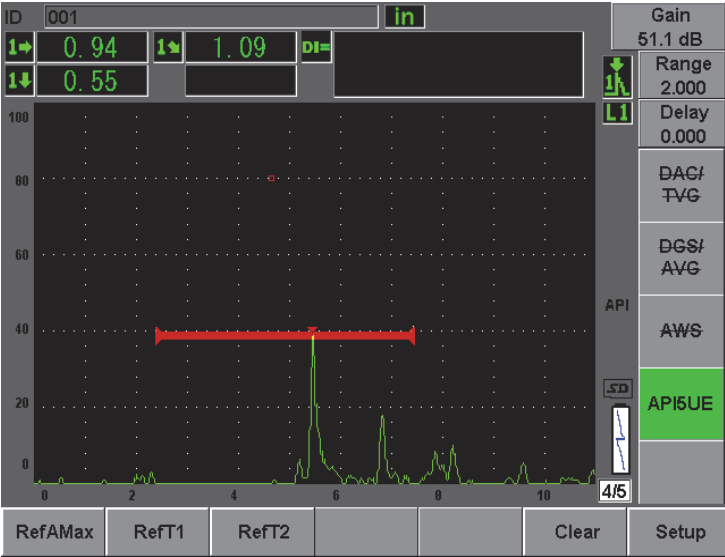

图 12-27 存储 T_2 点
9. 按 **[P3] RefT2**，收集下降沿峰值下降 6 dB 位置的数据，并将这个值指定为 T_2 （参见第 261 页的图 12-27）。